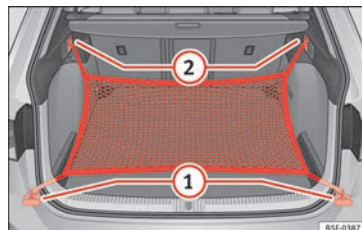

Fig. 179 Dans le coffre à bagages : œillets ① et crochets ② pour accrocher le sac pour filet (modèle LEON ST).
- Fixez les crochets courts du filet aux œillets d'amarrage » fig. 179 ① » » ⚠. La fermeture à glissière du sac doit rester vers le haut.
- Fixez les rubans aux crochets pour accrocher des sacs ②.